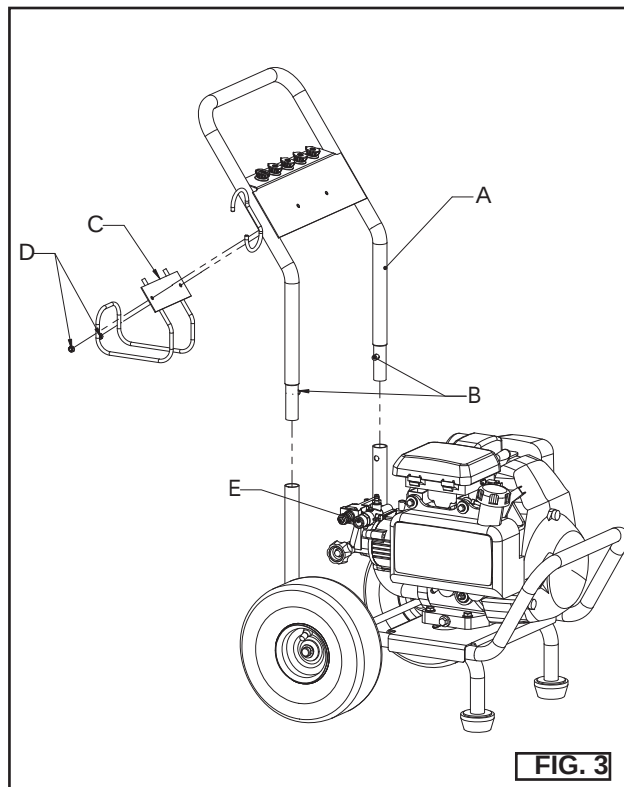

FIG. 3
6. Conectar la manguera de alta presión a la descarga de la bomba (E). Apretarla de manera segura. (Fig. 3)